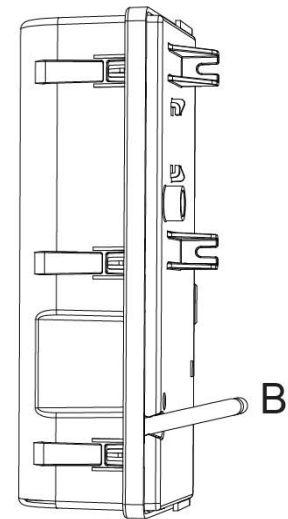

Abbildung 7-9: Langen Schlauch abziehen
6. Drücken Sie mit einem 10-mm-Maulschlüssel oder einem großen Schlitzschraubendreher den schwarzen Ring neben dem sekundären Filter (B) nach unten und ziehen Sie gleichzeitig mit der anderen Hand den langen Schlauch ab (Abbildung 7-9).